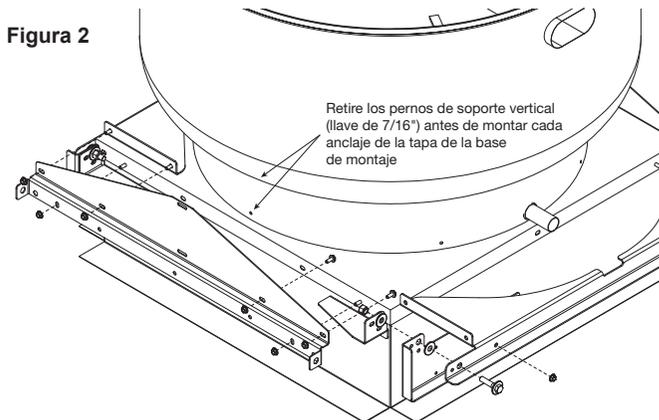

Figura 2
3. Para instalar los anclajes de la tapa de la base de montaje, retire los dos pernos de los soportes verticales de los ventiladores. Centre el anclaje sobre la tapa de la base de montaje e instale con dos pernos de soporte vertical y, a lo largo del anclaje de la tapa de la base de montaje, instale holgadamente dos tuercas con reborde en los remaches soldados instalados en el Paso 1. Repita este paso en el otro lado del ventilador. Consulte la Figura 2.
- Inserte cuatro pernos hexagonales de 5/16 pulg.-18 x 3/4 pulg. L en los orificios de los rebordes ascendentes de la bisagra de la tapa de la base de montaje y en las ranuras de la bisagra de la tapa de la base de montaje y apriete las tuercas con reborde firmemente. Repita este paso en el otro lado del ventilador. Estos sujetadores se pueden ver en la Figura 2. Este paso no aplica al juego 56JN73.